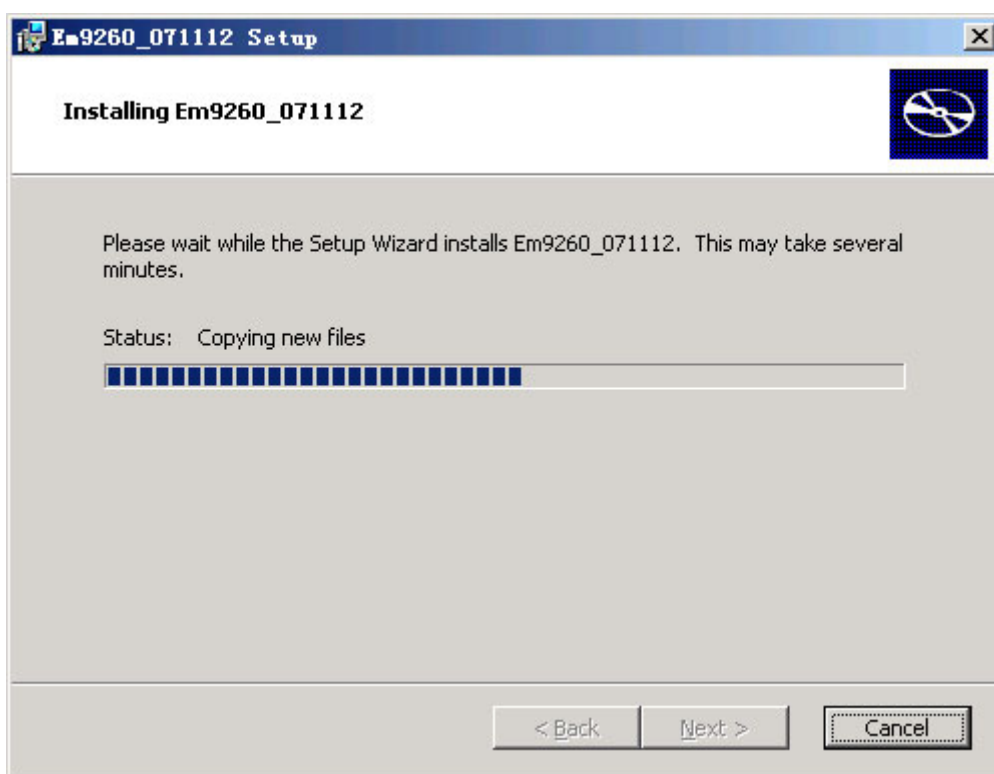

图 3-15 SDK 安装过程
15、安装过程如图 3-15。完毕以后，需要的软件即全部安装完成。